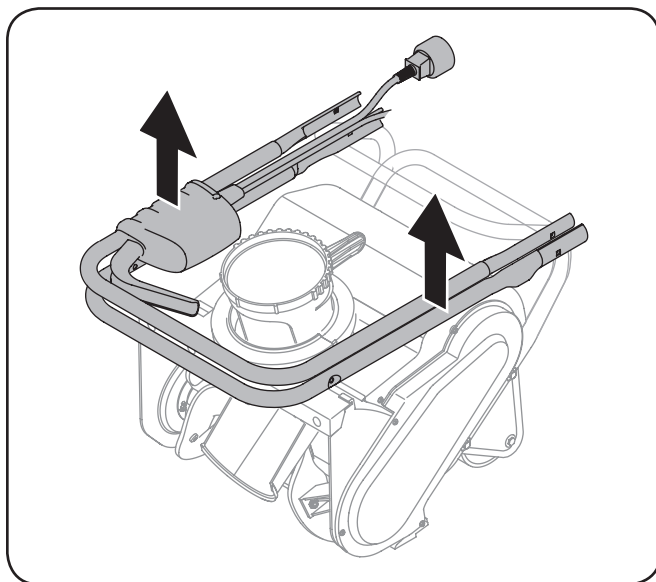

Figura 3-1
2. Eleve la manija superior y manija intermedia hacia arriba y fuera de la máquina quitanieves. Consulte la Figura 3-1.